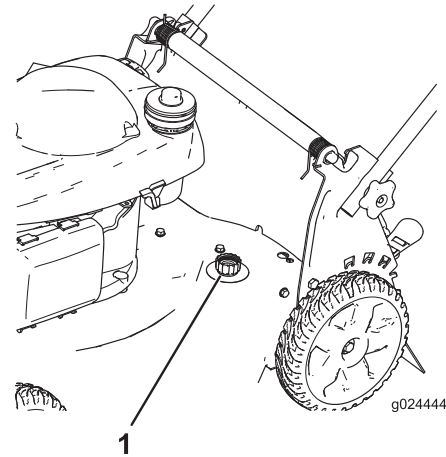

Figura 27
4. Conecte una manguera de jardín que esté conectada a un grifo al orificio de lavado de la máquina (Figura 27).